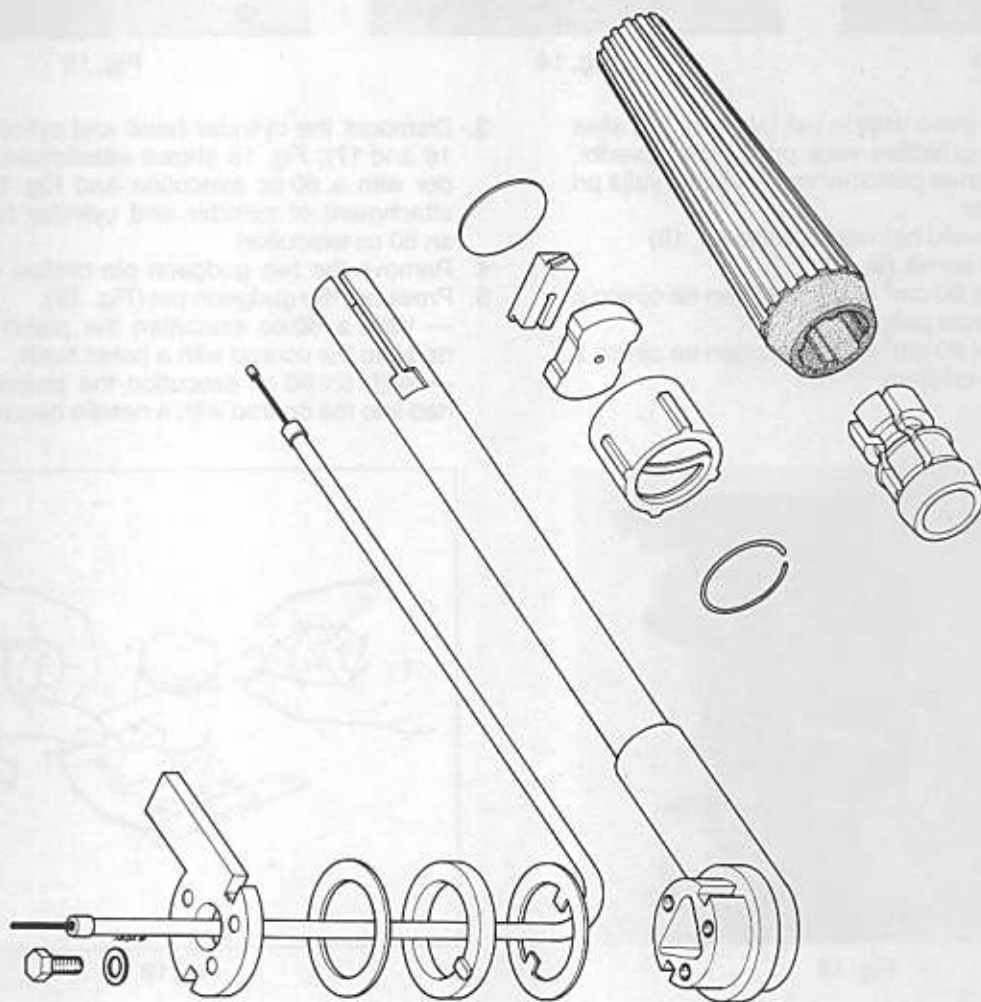

Fig. 11
2. The steering handle can be dismantled as shown in Fig.11 (separate the control cable from the carburetor beforehand).
2. La barra guida può essere smontata come è mostrato in Fig. 11 (staccare il cavo gas dal carburatore prima di procedere allo smontaggio)